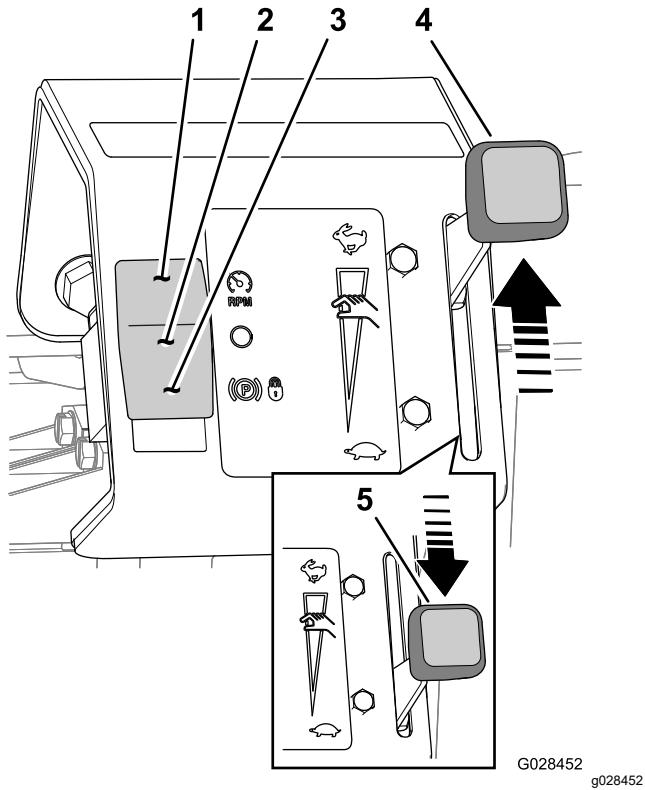

図 29
- ハンドスロットルを SLOW 位置に動かす図 29。
- モードスイッチを下スロットルロック位置にセットする図 29。
- ハンドスロットルを高速側に動かす図 29。
- ハンドスロットルを低速位置に動かす図 29。
- モードスイッチを上OFF位置にセットする図 29。
- モードスイッチを上走行速度リミット位置にセットする図 29。
- スロットルペダルを踏み込んだ状態で、ハンドスロットルを高速側に動かす図 29。